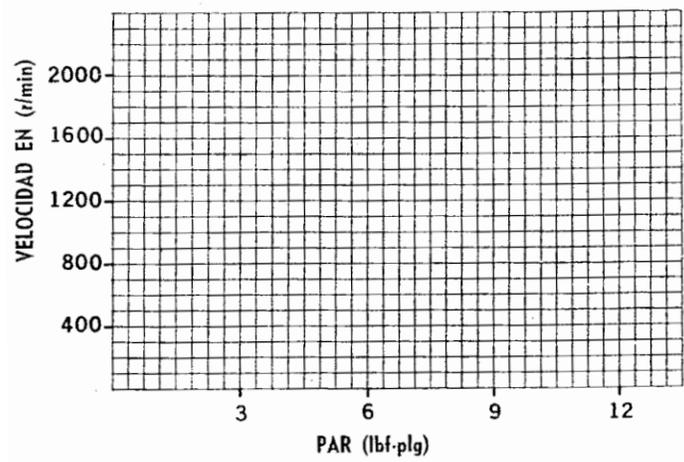

Figura 5-3.
8. a) En la gráfica de la **Figura 5-3**, marque los valores de velocidad de motor obtenidos en la **Tabla 5-1**.